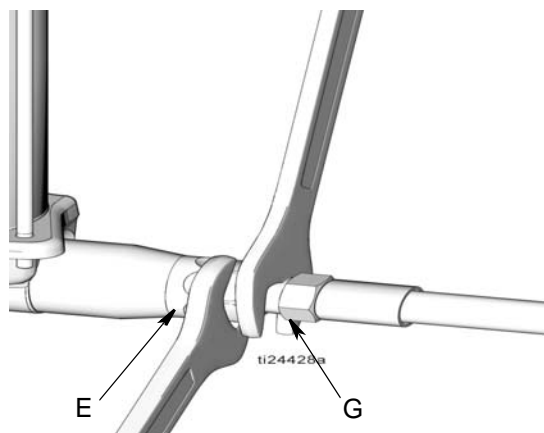

Рис. 6
2. **Снимите давление** в системе, проворачивая двумя ключами в противоположные стороны выпускной патрубков насоса (E) и фитинг смазочной линии (G) путем **медленного ослабления затяжки** фитинга до тех пор, пока он не отсоединится или из него не будет выходить воздух или смазочный материал (Рис. 6).